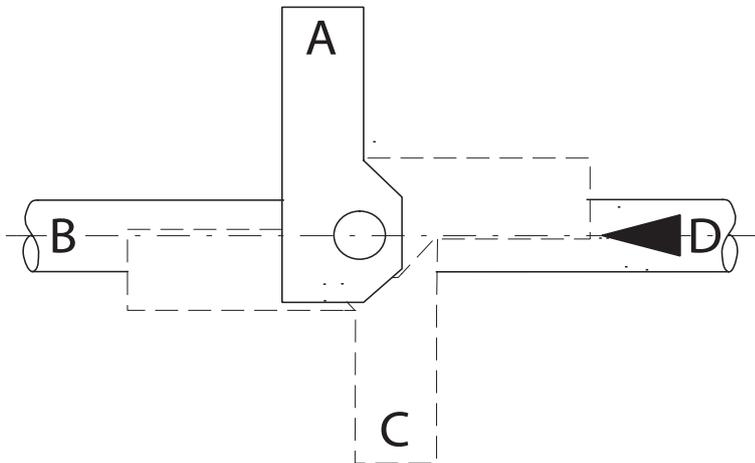

Fig.5-12 Montage des Stellantriebs (Prinzipdarstellung)
5. Setzen Sie den Stellantrieb mit dem Montagebügel in der gewünschten Lage (Position A, B, C oder D) (→ Fig.5-12) auf die Welle des Klappengehäuses auf und befestigen Sie die Einheit mit Hilfe der Schrauben (→ Fig.5-11/6).